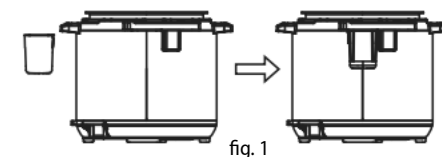

fig. 1
2. Placer le récipient de condensat (6), voir Fig. 1.